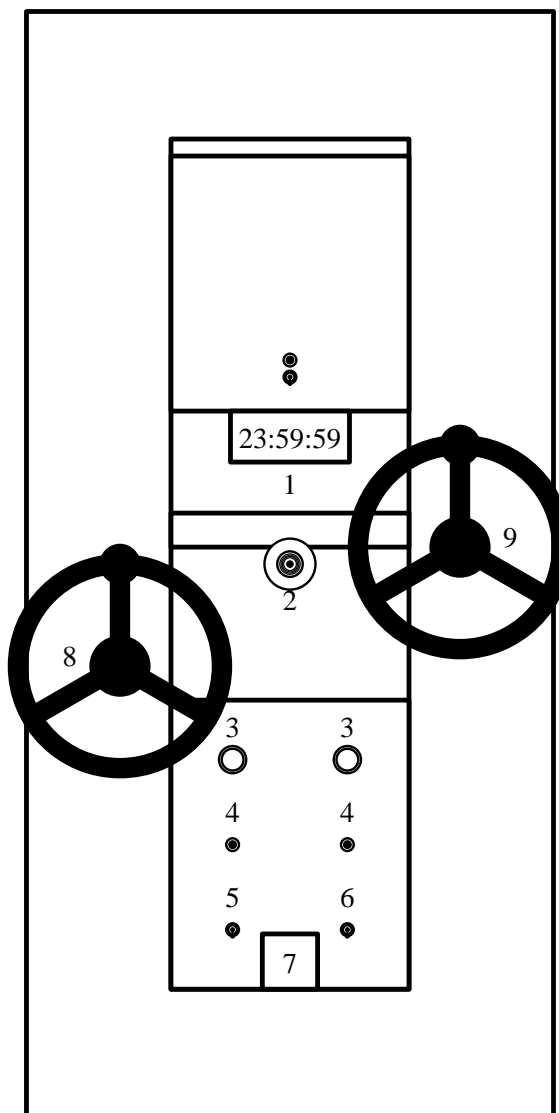
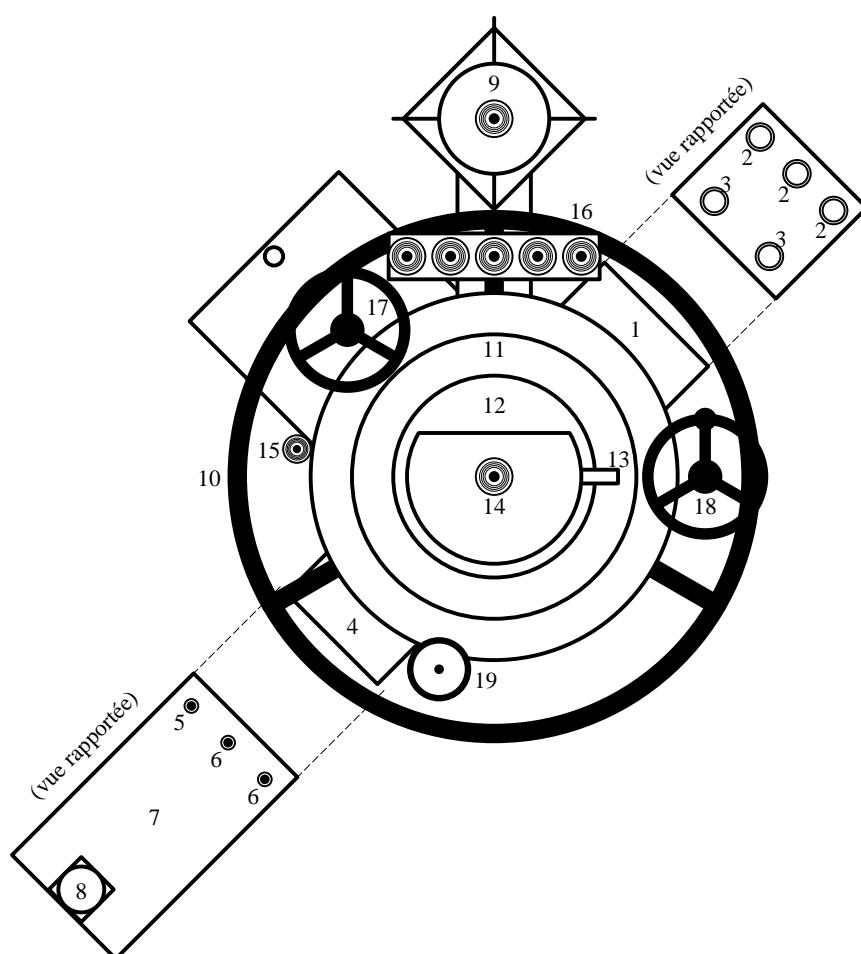

Figure 1: Le pilier central, face Sud.
Figure 2: Platine focale et blocs de commande en vue rapportée.
L'objectif est protégé par un obturateur à volet basculant, commandé au moyen d'un volant à manivelle situé sur la platine focale (voir Figure 2). La timonerie est équipée d'un limiteur de couple ; donc, ne pas hésiter à aller en butée lors de la manœuvre de ce volant.
- **Calage/Décalage :** il se fait par un embrayage pneumatique, commandé par les boutons-poussoir jaunes “CALAGE” et “DÉCALAGE” situés sur le panneau de commande du pilier central, côté Sud (voir Figure 1), et par les boutons-poussoir jaunes “EMBRAYAGE” et “DÉBRAYAGE” situés sur le bloc de commande supérieur de la platine focale (voir Figure 2).
- **Calage/Décalage** : il se fait par un quart de tour sur le volant de blocage de la platine focale (voir Figure 2).
- **Éclairage du cercle** : il se commande par pression **continue** sur le bouton-poussoir noir situé sur le bloc de commande inférieur de la platine focale (voir Figure 2).
- **Mouvements de rappel** : ils se font par une molette sur la platine focale (voir Figure 2).